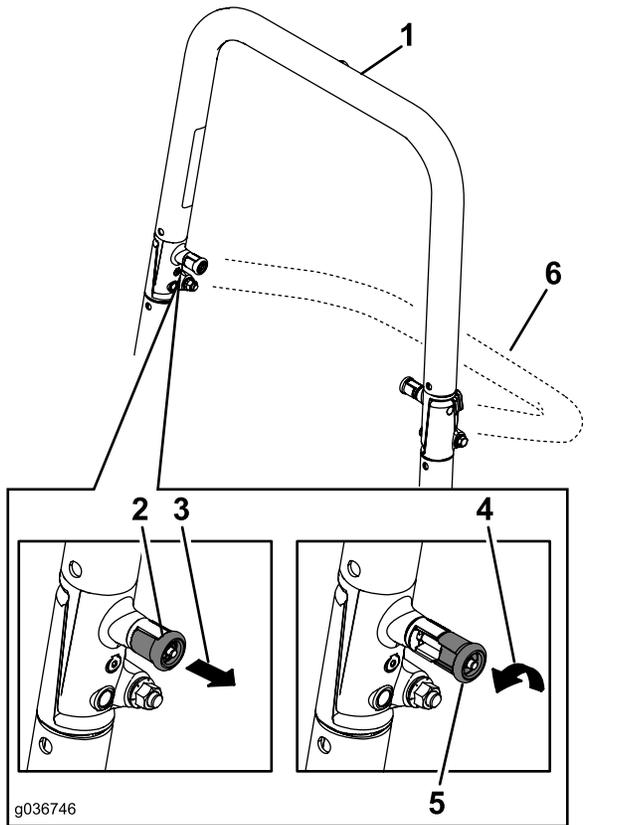

Figura 9
2. Tire de ambos pomos hacia fuera y gírelos 90 grados para desengranarlos (Figura 9).
- Baje la barra antivuelco (Figura 9).
- Eleve la barra anti-vuelco a la posición de trabajo y gire los pomos hasta que se introduzcan parcialmente en las ranuras (Figura 9).
- Eleve la barra antivuelco a la posición vertical, presionando sobre la parte superior de la misma; las clavijas encajarán en cuanto se alineen con los orificios (Figura 9).